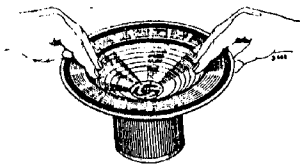

Fig. 10
Draai het centrerschroefje los, plaats 3 voelertjes van 0,2 mm. dikte (Code nr. 09.990.840) door de openingen van de centreerplaatjes (pos. 95) in de luchtspleet, zet de centrerschroef weer vast en verwijder de voelertjes. Beweegt men de conus voorzichtig op en neer (fig. 10) dan mag men, met het oor in de conus luisterend, geen geluid waarnemen.
Het spoeltje kan vastgelopen zijn in de luchtspleet (controleeren als fig. 10), of er is een gedeeltelijke sluiting in spoeltje of transformator.